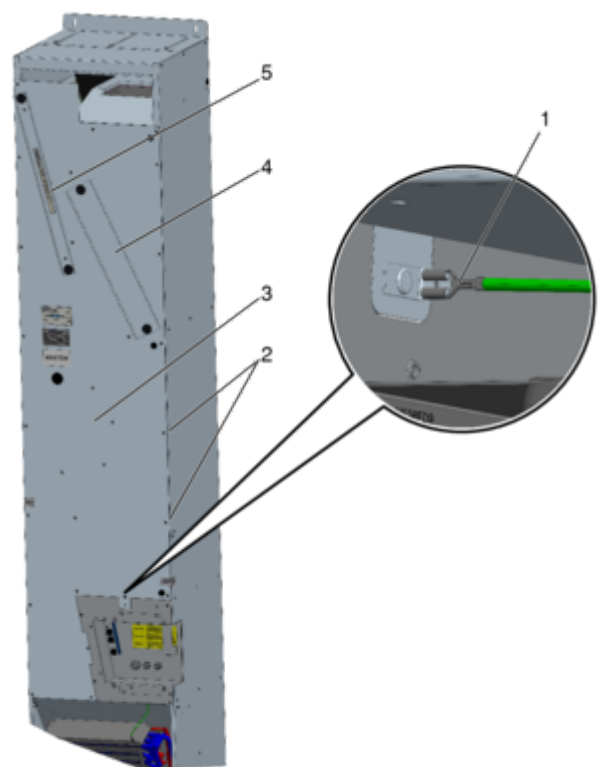

Abb. 40: Gerätedeckel demontieren
- ▶ Abluftfilter (Abb. 40 /5) herausnehmen und den Filterdeckel (Abb. 40 /4) vom Außenluftfilter demontieren ↪ *auf Seite 39* .
- ▶ Den Gerätedeckel des Lüftungsgeräts (Abb. 40 /3) demontieren, dazu alle Kreuzschlitzschrauben (Abb. 40 /2) am Gerätedeckel lösen.
Beim Abnehmen des Gerätedeckels, den Schutzleiter (Abb. 40 /1) lösen.